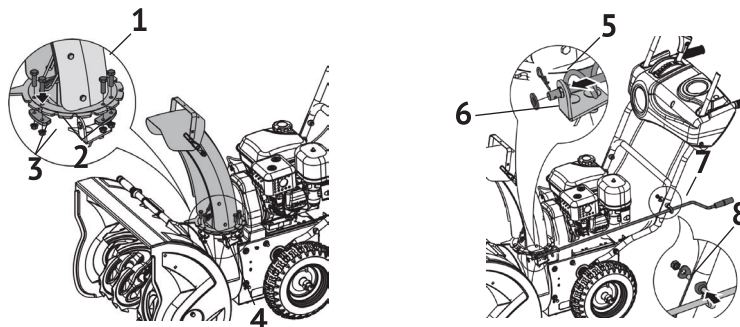

рис.3
2.5.3 Установка жёлоба для выброса снега и рукоятки поворота жёлоба (рис.3):
- совместите отверстия на фланце жёлоба (рис.3 поз.1) с отверстиями на кожухе снегозаборника (рис.3 поз.4);
- скрепите жёлоб с кожухом планками (рис.3 поз.2) и винтами (рис.3 поз.3);
- вставьте стержень рукоятки (рис.3 поз.7) в отверстие переднего кронштейна (рис.3 поз.6) и закрепите его шплинтом;
- совместите витки спирали рукоятки (рис.3 поз.5) с прорезями фланца жёлоба;
- закрепите двумя винтами передний кронштейн на кожухе снегозаборника (рис.3 поз.4);
- закрепить ось (рис.3 поз.8), со вставленной в её кольцо рукояткой поворота жёлоба (рис.3 поз.7) в отверстия крепления рукояток управления;